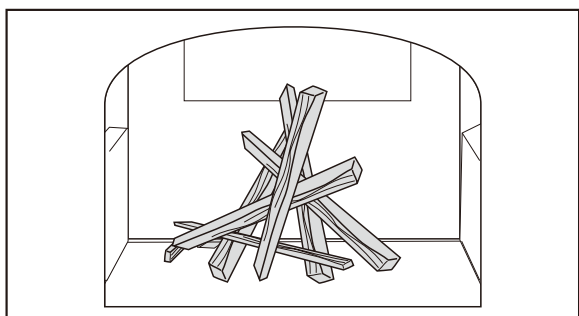

図16 着火剤と焚き付けを使用して火を起こす
2. 着火剤を2～3コ置き、焚き付け6～8本を着火剤の上にすき間ができるように置きます。焚き付けの上に、2～3本の少し大きめ（直径が25～51mm）の乾燥した薪を置きます。（図16）